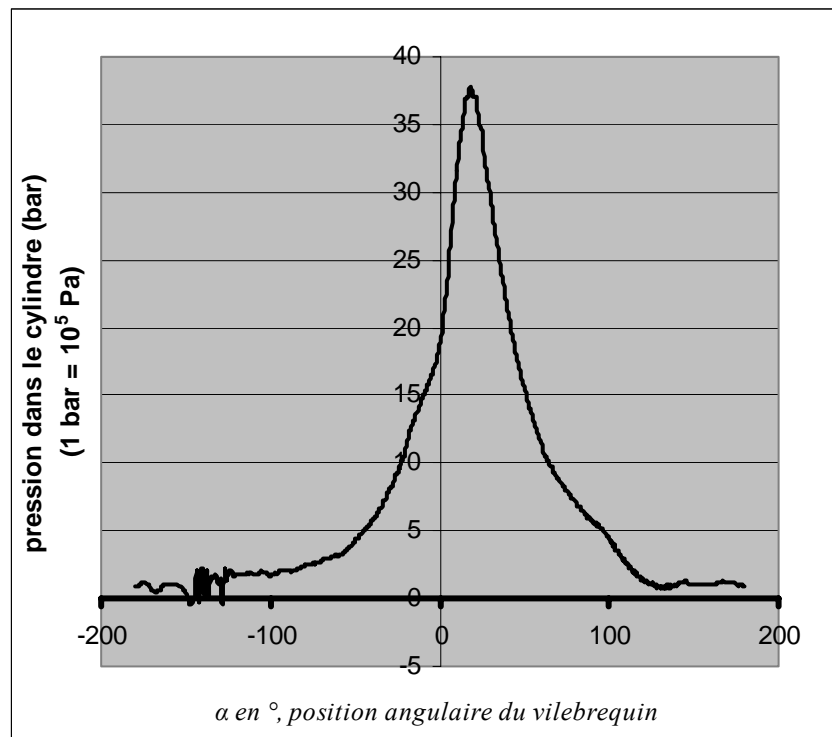

Figure 6 : Pression dans le cylindre pour une vitesse de rotation du vilebrequin de 6000 tour/min.
7. On donne sur la figure 6 l'évolution de la pression dans la chambre de combustion du cylindre en fonction de la position angulaire du vilebrequin à  $\dot{\alpha} = 6000$  tour/min. La position  $\alpha = 0$  correspond au point mort haut, c'est-à-dire lorsque **OB** est maximale.